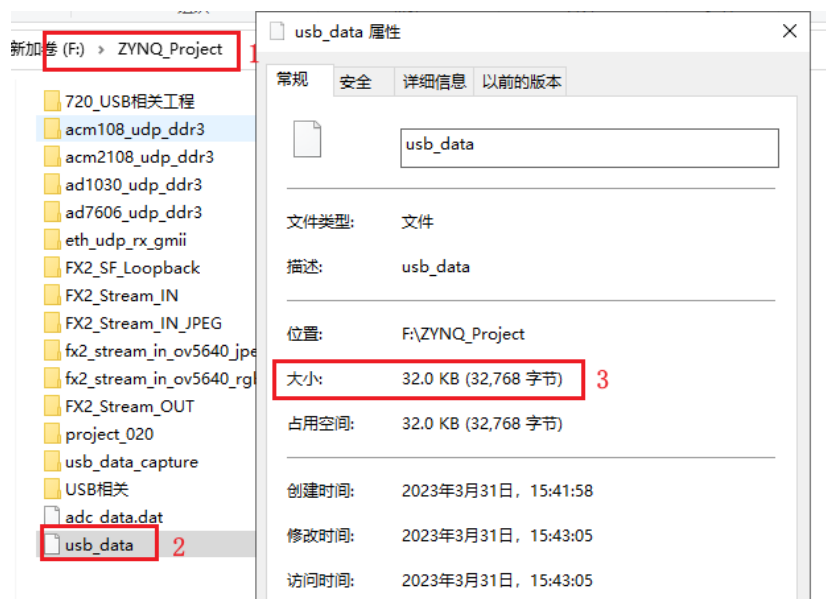

图 74-17 查看接收文件大小
10. 我们根据前面第 8 步设置的文件路径，找到数据文件，然后右击选中属性，查看文件大小，如下图 74-17 所示。从图中可以看出，文件大小为 32768 字节，符合我们之前设置的采样数量的大小。